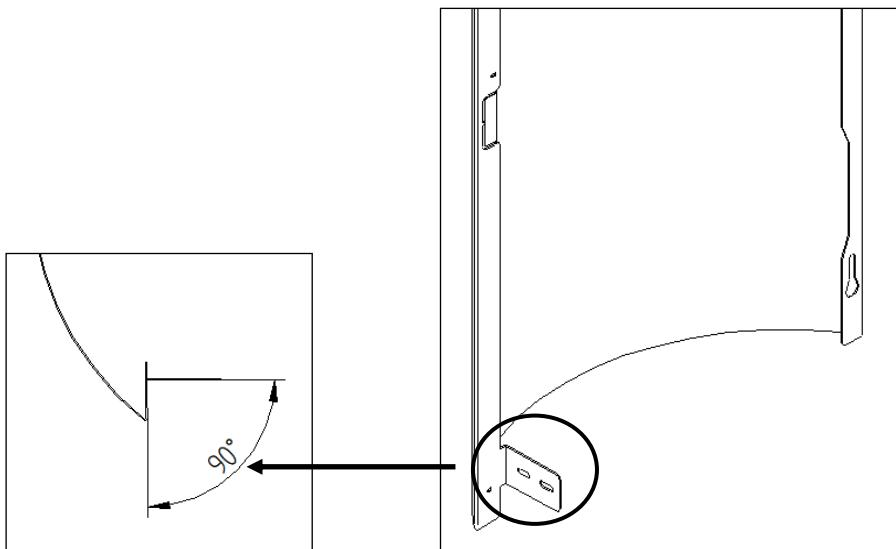

Figura 75 - Ângulo da patilha inferior
d) De seguida para encaixar as capas laterais, deve em primeiro lugar dobrar a patilha como se indica na Figura 75 de forma a garantir que fique com um ângulo inferior a 90º.